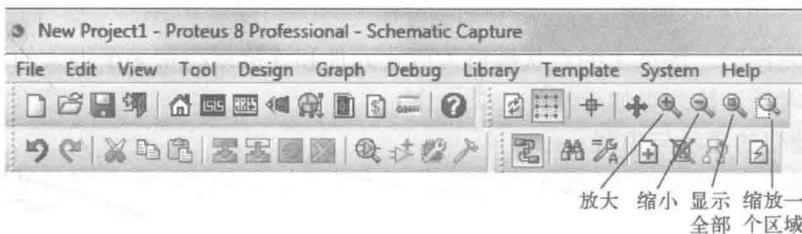

图 1-13 工具栏缩放工具
- ◎ 使用工具栏 Zoom In (放大)、Zoom Out (缩小)、Zoom All (显示全部) 或 Zoom Area (缩放一个区域) 图标缩放编辑窗口，如图 1-13 所示。